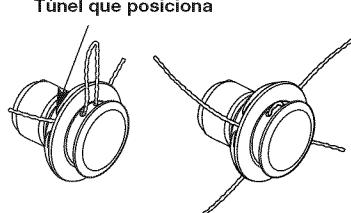

Fig. 28
5. Empuje y/o tire de la línea de modo que ésta se ajuste al cabezal central y quede completamente extendida a través de los túneles de colocación. (Fig. 28)